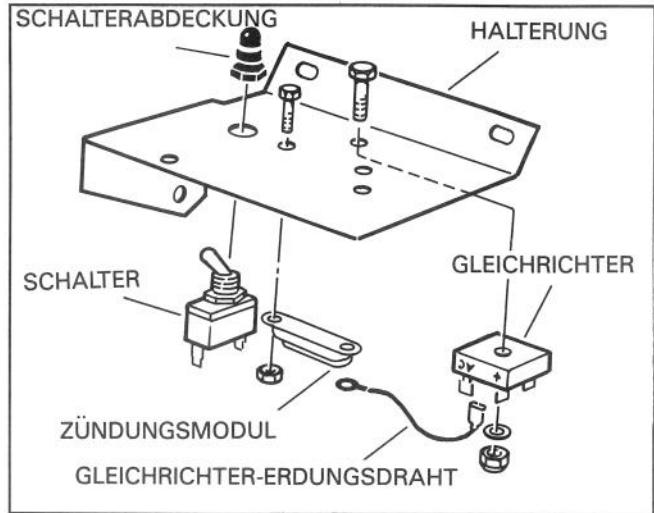

Abbildung 11
13. Den Kipphebelschalter in die richtige Richtung bringen (siehe Abb. 11) und Schalter an Komponentenhalterung installieren.
14. Mit Nr. 10, 12 mm Schrauben und Sicherungsmuttern Zündungsmodul zusammen mit dem Gleichrichter-Erdungsdrat an Komponentenhalterung anbringen (Abb. 11).
16. Die übrige Klemme an Gleichrichter-Erdungsdrat an negative (-) Gleichrichterklemme anschließen (Abb. 11).